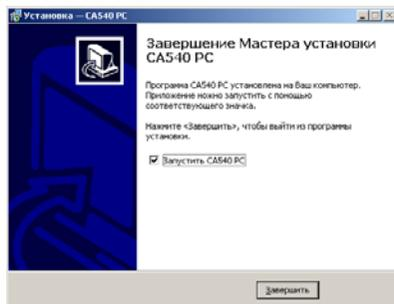

Рисунок 8.7
6) На экране появится окно (рисунок 8.7). Для завершения установки драйвера щелкнуть по кнопке **Завершить**, на Рабочем столе появится ярлык "CA540 PC".